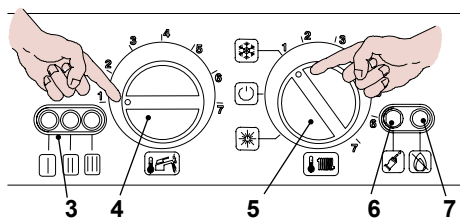
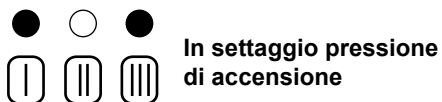
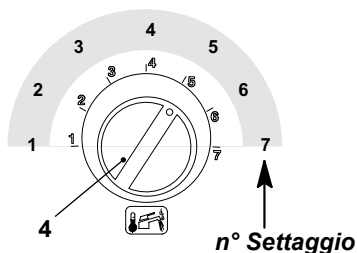

Figura 7.7
Figura 7.8
Figura 7.9
- Posizionare il selettore 5 come indicato in Figura 7.7; la lampada di segnalazione 3 lampeggia ad intermittenza circa ogni 2 secondi.
- Tenere premuto il pulsante di ripristino 6 in Figura 7.7 per circa 10 secondi, la lampada di blocco 7 in Figura 7.7 inizierà a lampeggiare.
- Per settare la pressione di accensione del bruciatore le spie di segnalazione 3 in Figura 7.7 devono essere visualizzate come in Figura 7.8 (leggenda spie a pag. 7)
- Se non si visualizza questa sequenza premere il pulsante di ripristino 6 in Figura 7.7 tante volte fino alla visualizzazione (4 volte).
Per visualizzare il settaggio impostato tenere premuto il pulsante di ripristino 6 in Figura 7.7 per circa 5 secondi. Le spie di segnalazione 3 in Figura 7.7 lampeggeranno un numero di volte pari al settaggio (Figura 7.9).
- Per cambiare il settaggio ruotare la manopola regolazione temperatura sanitari 4 in Figura 7.7 e posizionarla nella posizione prescelta Figura 7.9 vedi anche Figura 7.10 (nella figura es. manopola settata per posizione 3,5), la lampada di segnalazione blocco 7 in Figura 7.7 lampeggerà velocemente.
- Per memorizzare il settaggio premere il pulsante di ripristino 6 in Figura 7.7 per circa 5 secondi, le spie di segnalazione 3 in Figura 7.7 lampeggiano tutte quante simultaneamente come in Figura 7.11 (leggenda spie a pag. 7)